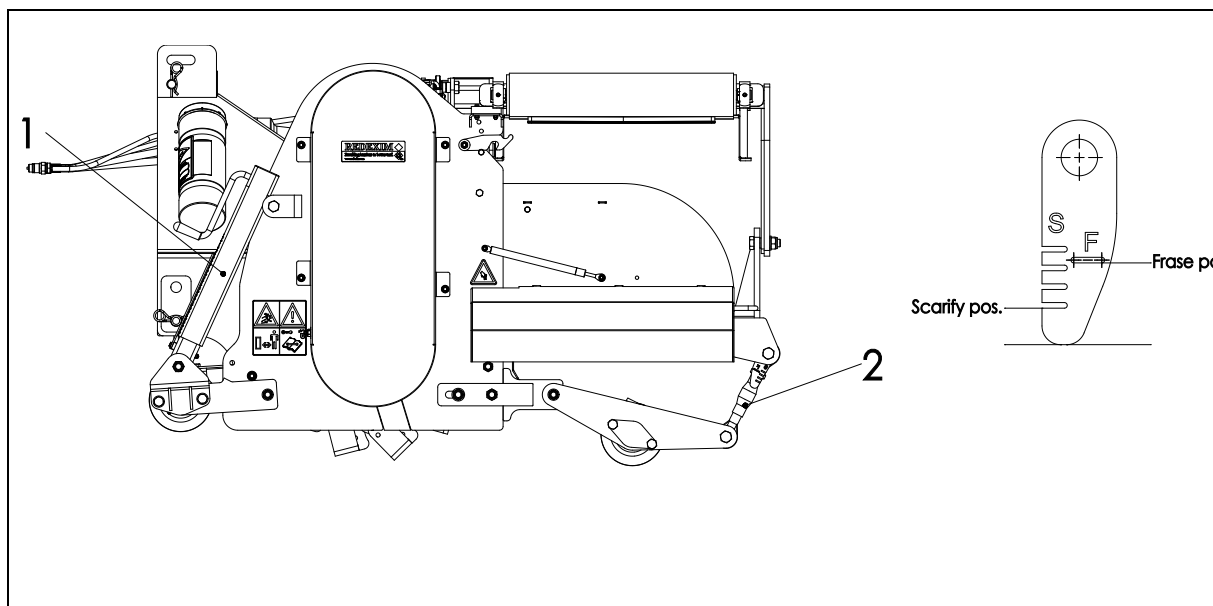

Fig.11
1. Réglez les broches arrière 2 en position de fraisage (Fraise pos.), utilisez pour cela l'indicateur (voir fig. 11) et bloquez-le en serrant le contre-écrou.
1. Réglez les broches arrière 2 en position de verticoupe (Scarify pos.), utilisez pour cela l'indicateur (voir fig. 11) et bloquez-le en serrant le contre-écrou.